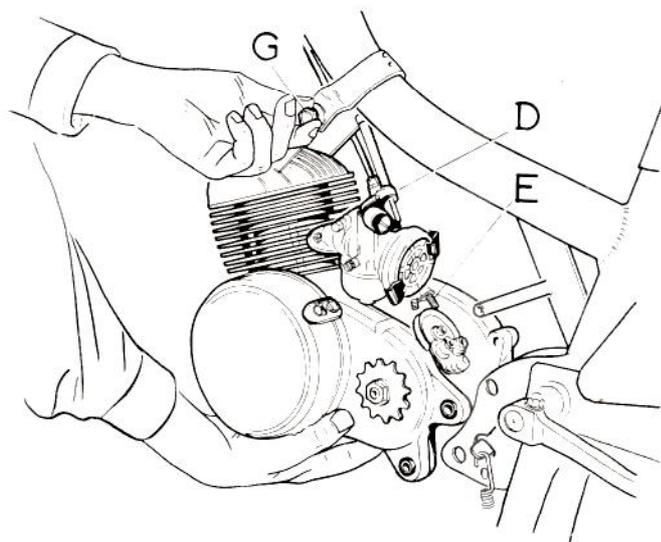

Fig. 0
- Enlever les capotages gauche et droit (Fig. 0) (attention ! ne pas égaler les rondelles situées entre les capotages et l'entretoise de fixation à l'arrière).
- Dévisser les vis de fixation du chapeau de chambre de mélange et retirer le couvercle avec le boisseau et la commande (tournevis) (D).
— Retirer les 2 boulons arrière (H) (sous la tête de la vis, une rondelle plate et une rondelle grover). Soutenir le moteur et retirer le boulon avant (G) (sous l'écrou une rondelle plate et une rondelle éventail) (fig. 0 et 2).